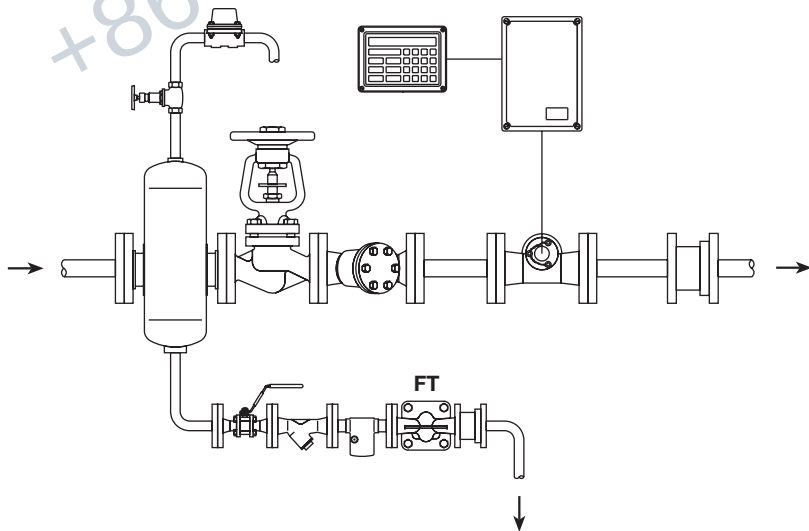

图 5
3.5 疏水阀安装在蒸蒸日上汽系统出口的下方，疏水阀前有一小段下降管，一般长150mm(6")。见图5。如果未安装下降管，在低负荷时，可能有蒸汽在冷凝水上方流动并进入疏水阀。